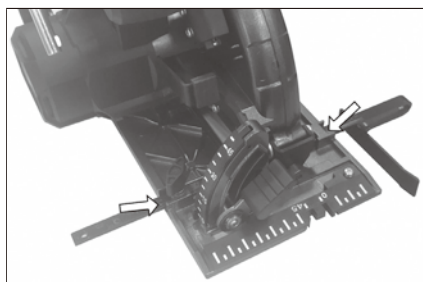

FIG. 6
1. Placez le guide de bord à travers les trous de la base (fig. 6).